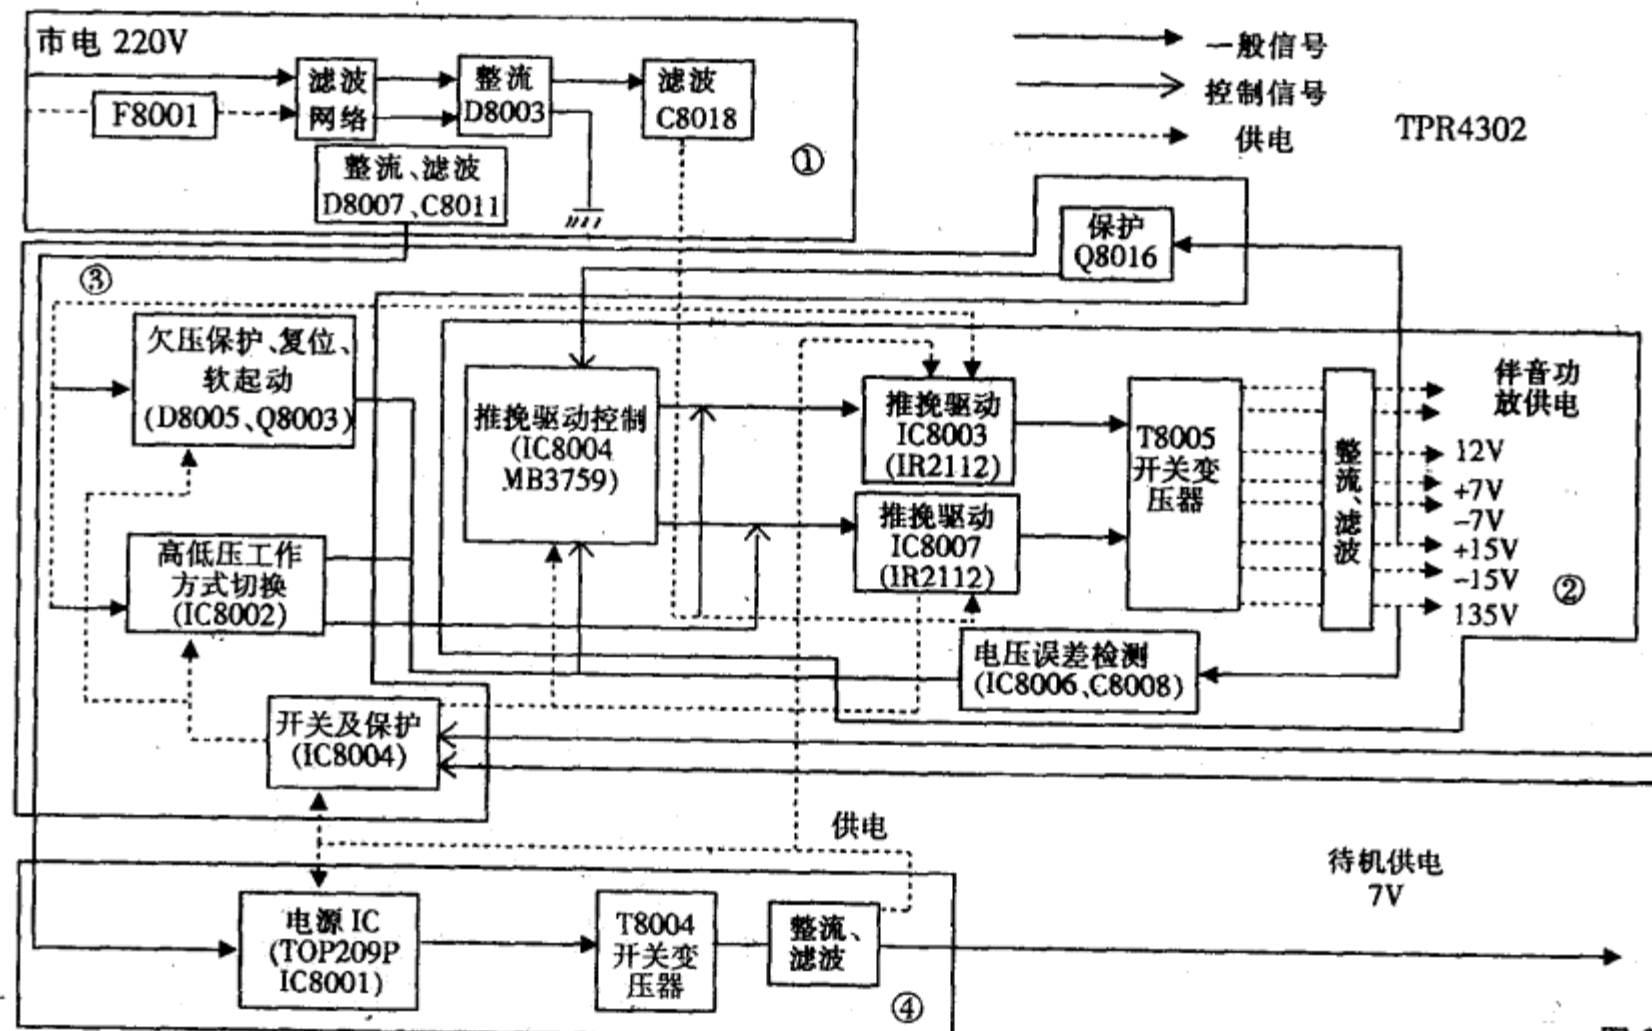

图8
TCL背投TPR4302的电源使用两个电源电路,待机电路独立,使机器更加有适合环保的意义。为了清楚地分析电路,特意将电路划分成四个部分(图8所示),第①部分为交流滤波网络和整流电路部分;第②部分为主电源部分;第③部分为主电源开关及保护电路部分、软起动电路和高压检测切换电路;第④部分为待机电源部分。